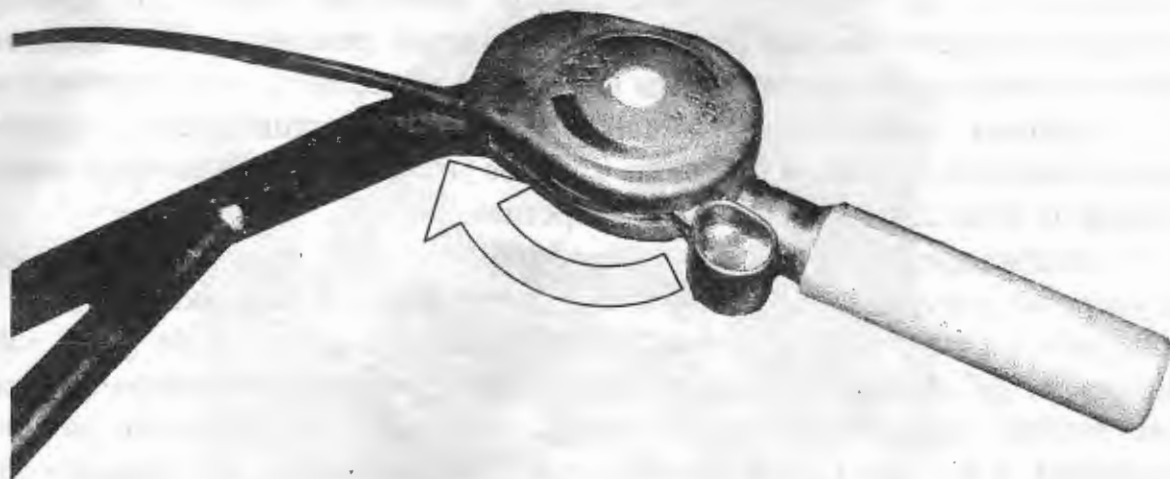

Рисунок 15 – Рычаг управления газом.
- установите рычаг управления газом в положение 1/4 его рабочего хода относительно отметки «MIN» рисунок 15
Медленно нажмите на рычаг управления газом рисунок 15 плавно увеличьте число оборотов двигателя.